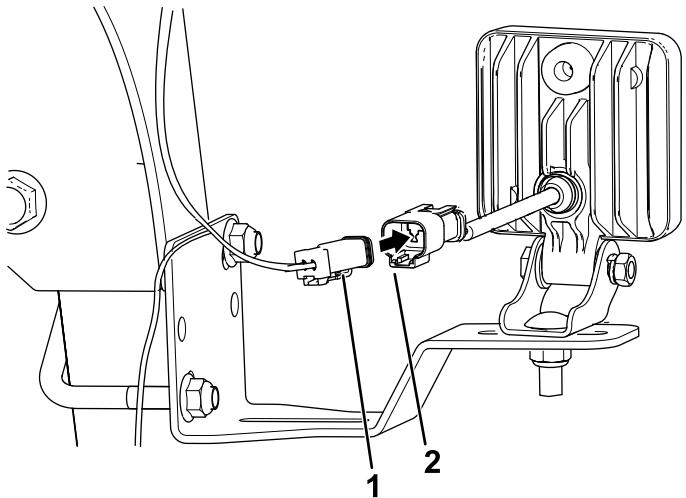

Figura 19
1. Nella luce LED sopra l'interruttore delle luci, collegate il connettore a 2 prese del cablaggio preassemblato al connettore a 2 pin della luce LED (Figura 19).
2. Sull'altro lato della macchina, collegate il connettore a 2 prese del cablaggio preassemblato al connettore a 2 pin della luce LED (Figura 19).